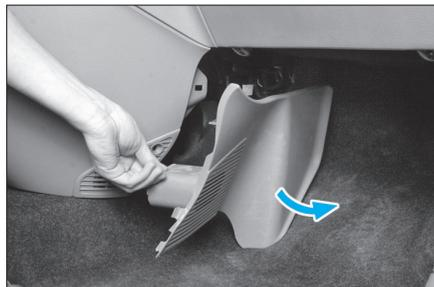

FIG. 24
- Dégrafer la garniture inférieure droite de la console centrale (Fig.24).
- Déposer la garniture inférieure droite de la console centrale (Fig.24).